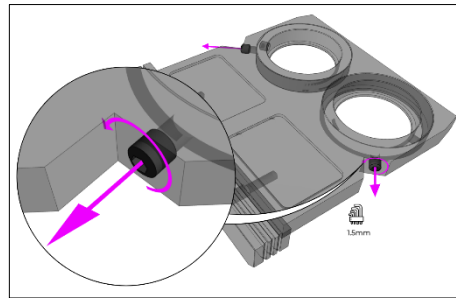

图 43
2. 使用 1.5 毫米六角扳手松开激励滤光器支架上的两个滤光器固定螺丝（图 43）。图 43). 不应卸下固定螺钉。